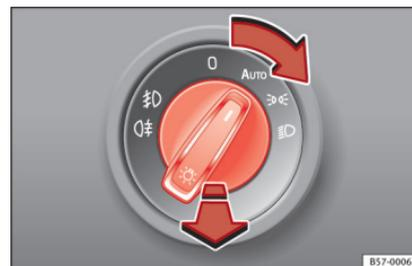

Abb. 34 Instrumententafel: Bedienelement Licht
• Lichtschalter in die gewünschte Position drehen »» **Abb. 34**.